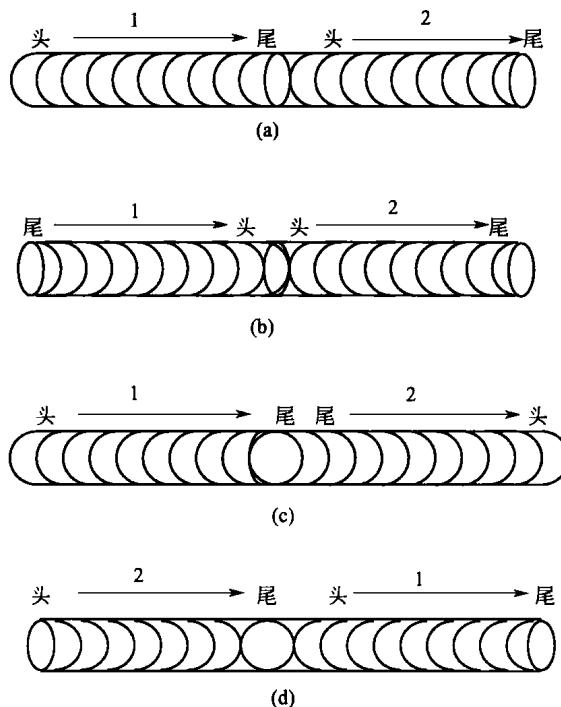

图 1-3 四种焊道接头方式示意
在操作时，由于受焊条长度的限制或操作姿势的变换，一根焊条往往不可能完成一条焊缝，因此，出现了焊道前后两段的连接问题。焊道的连接一般有以下几种方式（图 1-3）。
① 图 1-3(a) 所示接头方式使用最多，接头的方法是在先焊焊道弧坑稍前处（约 10mm）引弧。电弧长度比正常焊接时略微长些（碱性焊条不必加长，否则容易产生气孔）。然后